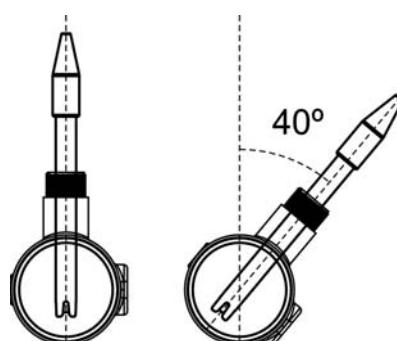

Fig. 13
4. **De pH-sonde moet steeds als volgt worden geïnstalleerd: bij voorkeur verticaal, ofwel met een maximale schuine van 40° (Fig. 13).**